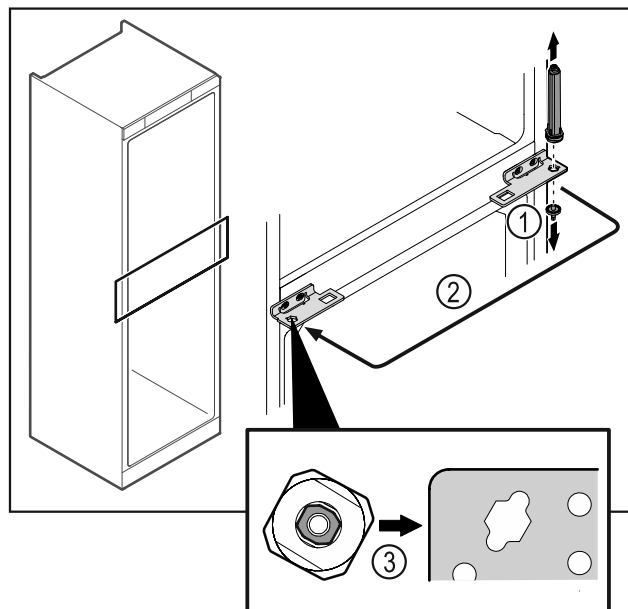

Fig. 44
- Scharnierbout Fig. 44 (1) losschroeven.
- Deursluitsysteem Fig. 44 (2) verplaatsen.
- Bij het gebruik de juiste uitlijning van het deursluitsysteem Fig. 44 (3) in acht nemen.